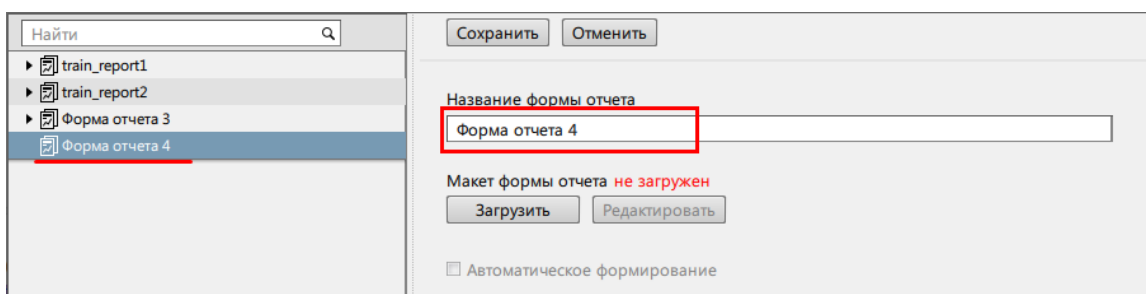

Рисунок 304 - Редактирование названия формы отчета
7. Измените название отчета, если необходимо (Рисунок 304).